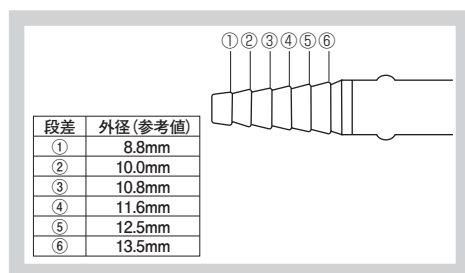

図 7
1. 本品の胸腔ドレーン接続チューブ⑮のコネクターの寸法は下図(図 7)のとおりである。他社製のドレーンチューブと本品を接続して使用する際には事前に接続できること、気密確認を行い、接続できないドレーンチューブは使用しないこと。気密性を確保できない、又は使用中に外れる可能性がある。